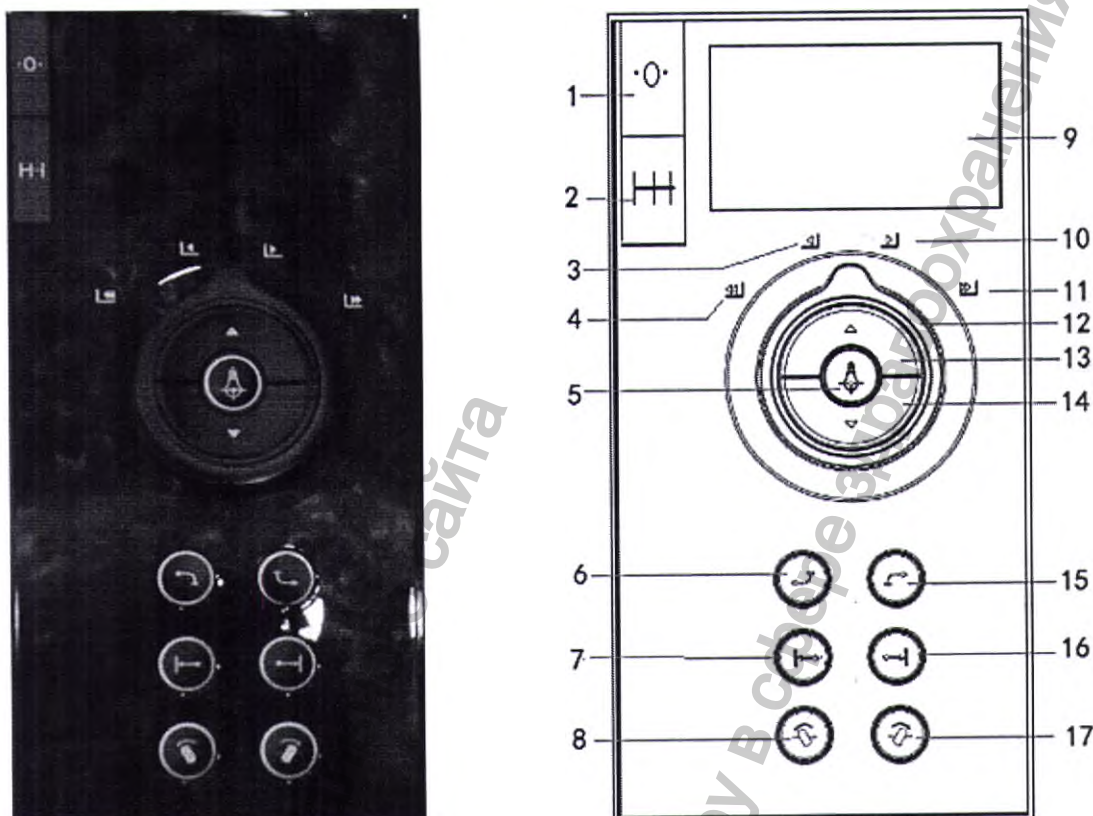

Рисунок 3.3 – Внешний вид Панели управления на гантри КТР, исполнения 2 и 3
- конструкция и внешний вид Панели управления, которая установлена на гантри КТР, вариантов исполнения 2 и 3: рисунок 3.3.